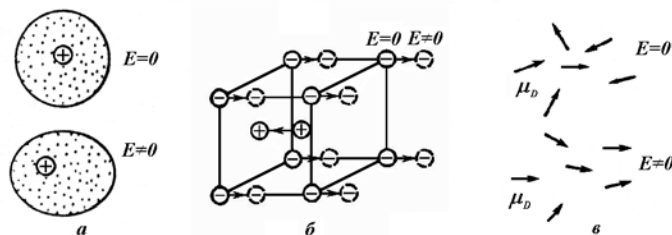

Рис.1. Схемы электронной (а), ионной упругой (б) и дипольной (в) поляризации
На рис.1а схематически изображены деформация в электрическом поле электронной оболочки атома водорода и образование в поляризованной частице квазиупругого (как бы упругого) электрического момента  $m_p$ .
2. *Ионная упругая поляризация.* Она происходит в кристаллических диэлектриках, построенных из положительных и отрицательных ионов: в галоидо-щелочных кристаллах, слюде, керамике. В электрическом поле в таких диэлектриках происходит смещение электронных оболочек в каждом ионе - электронная поляризация. Смещаются друг относительно друга подрешетки из положительных и отрицательных ионов (см. рис. 1б), т.е. происходит упругая ионная поляризация.
1. *Дипольная поляризация* наблюдается в полярных газообразных и жидких диэлектриках. Полярные диэлектрики построены из полярных молекул, в которых центры положительных и отрицательных зарядов не совпадают (рис.1в). Полярная молекула имеет собственный электрический момент (дипольный момент)  $\mu_D$  (Кл · м). Из полярных молекул состоят газообразные аммиак  $NH_3$ , пары воды и спиртов. Полярными жидкостями являются вода, хлорбензол  $C_6H_5Cl$  и нитробензол  $C_6H_5NO_2$ .